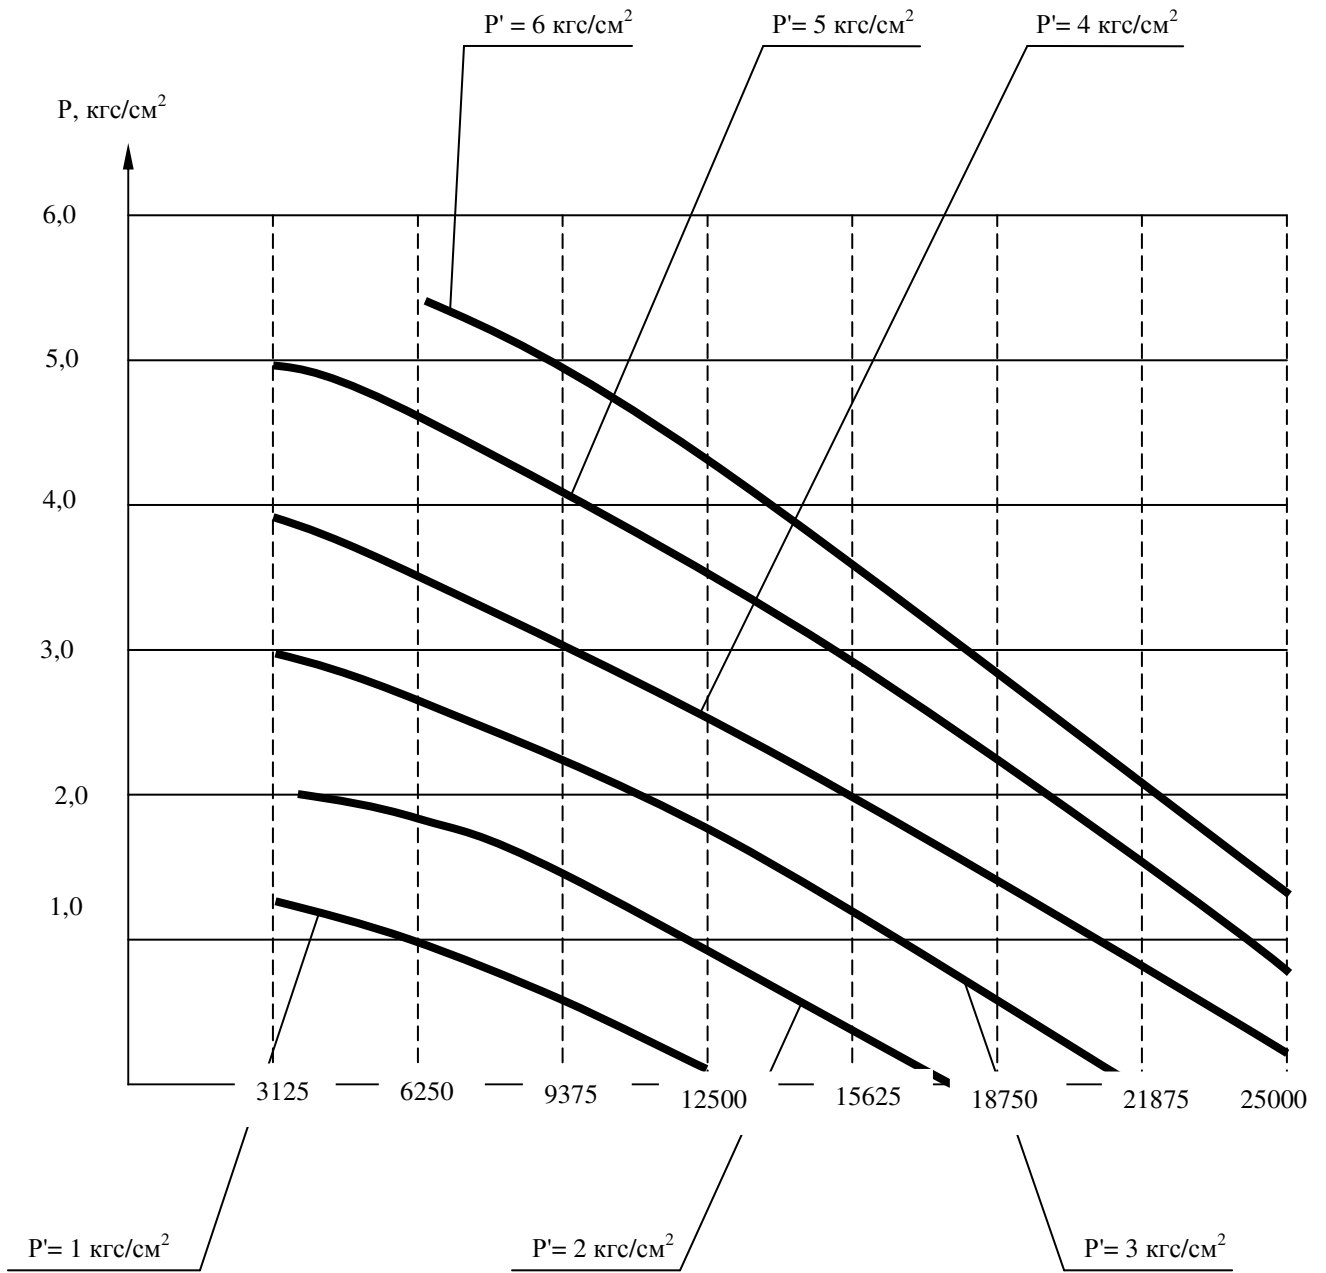

Рис. 1
- 3) отрегулировать объемную подачу с помощью вентиля или редуктора с учетом графика функциональной зависимости параметров (см. рисунок 1).
7.2. Насос должен эксплуатироваться в интервале объемных подач рабочей части характеристик насоса до 25 м³/ч (см. рисунок 1). Эксплуатация насоса за пределами рабочей части характеристик не рекомендуется.